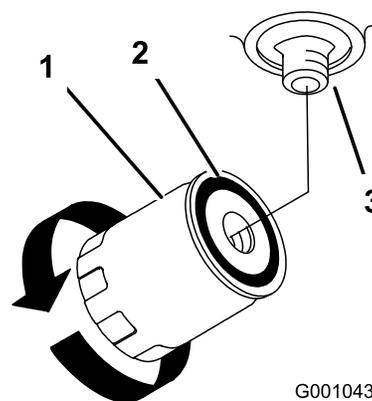

Figure 83
l'adaptateur, puis donnez 1/2 tour supplémentaire (Figure 83).
- Déposez le filtre usagé et essuyez la surface du joint de l'adaptateur (Figure 83).